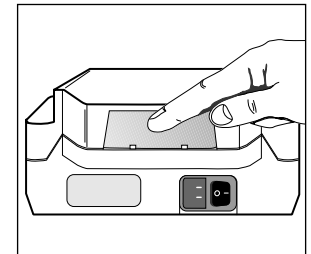

Figura 9
1. El filtro de entrada de aire se debe inspeccionar diariamente. El filtro se encuentra en la parte posterior de la unidad **Figura 9**.